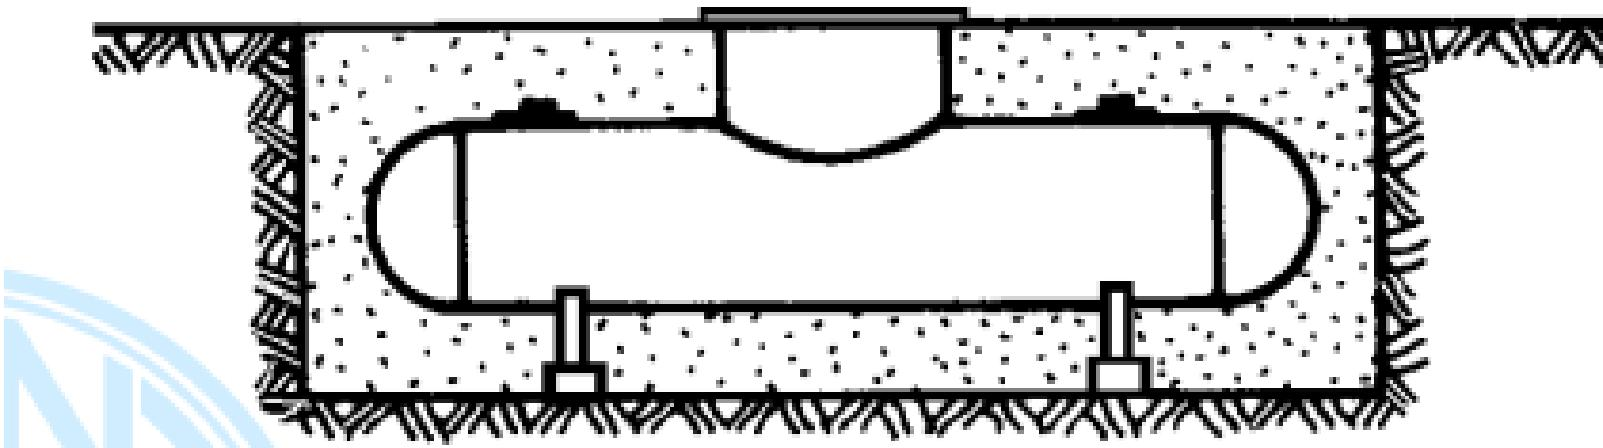

Figura 2 - Recipiente enterrado
- Central cujo(s) recipiente(s) estacionário(s) é(são) instalado(s) de modo a manter(em) profundidade mínima de 0,30 m, medida entre a tangente do topo do recipiente e o nível do solo, conforme a Figura 2